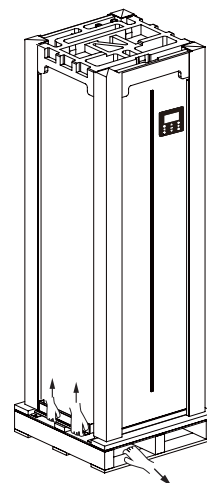

рис. 2-4
- Четыре человека держат за ручки для подъема из листового металла, один из них вытаскивает деревянную основу (см. рис. 2-4).